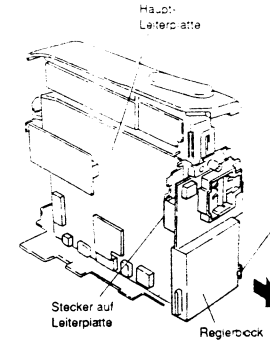

Abb. 2-30
- 1) Eine (1) Lasche freigeben und den Reglerblock von der Haupt-Leiterplatte in Richtung des Pfeiles abnehmen. (Der Reglerblock und die Haupt-Leiterplatte sind über einen Stecker miteinander verbunden.) (Siehe Abb. 2-30).